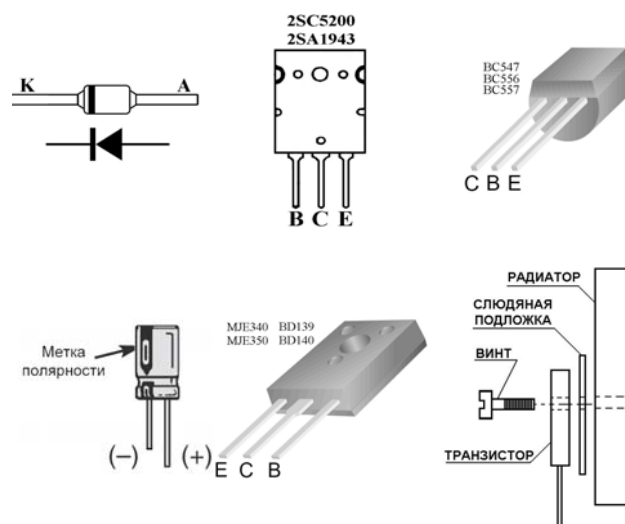

Рис. 2 Цоколевка элементов и установка транзистора на радиатор
ВНИМАНИЕ! При установке транзисторов, диодов и электролитических конденсаторов соблюдайте полярность элементов. Цоколевка элементов показана на рис.2.
6. Используя слюдяные подложки и винты, входящие в комплект набора, установите транзисторы TR8, TR10...TR13 на радиатор, как показано на рис.2.